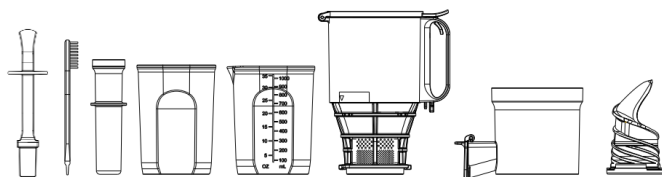

Fig10
2. Lavez les pièces démontées (Fig 10) à l'eau . Si les mailles sont obstruées par de la pulpe, utilisez la brosse de nettoyage fournie pour retirer les résidus.